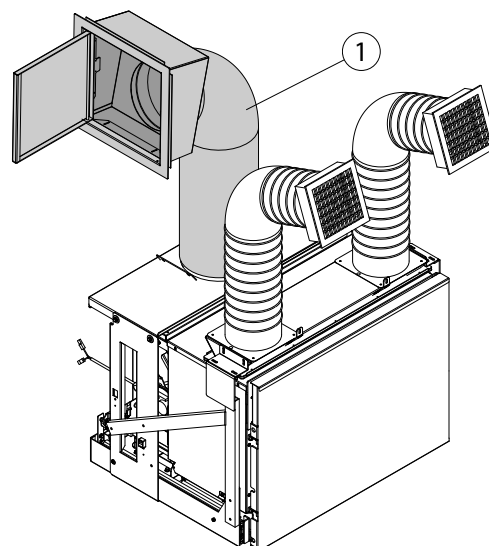

Abb. 6.4.1
- A) Ladesystem mit Metallrohr und Beladetür „1“ (Abb. 6.4.1)